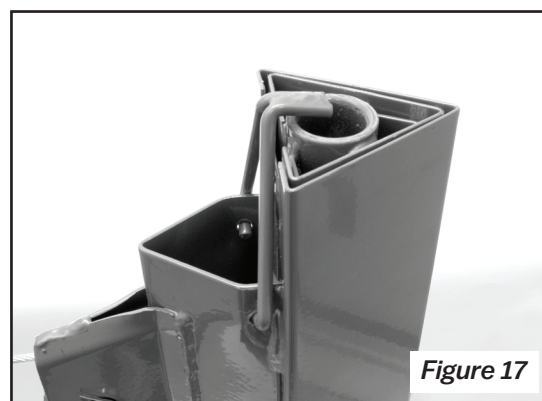

Figure 17
CROCHET DE RETENUE (figure 17)
8. Faire descendre les sections télescopiques tout en bas en les faisant tourner. Faire pivoter le crochet de retenue vers le haut, refaire légèrement tourner les sections télescopiques vers le haut jusqu'à ce qu'elles soient fixées par le crochet (figure 17).